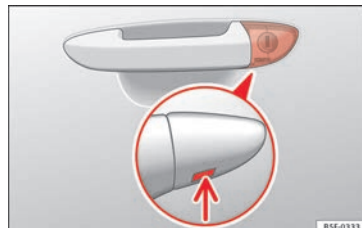

Fig. 3 Maniglia della porta del conducente: serratura di chiusura non visibile.
- Introdurre l'ingegno nell'apertura inferiore del coperchio posto sulla maniglia della porta del conducente » **fig. 3** (freccia) e sollevare il coperchio dal basso verso l'alto. »